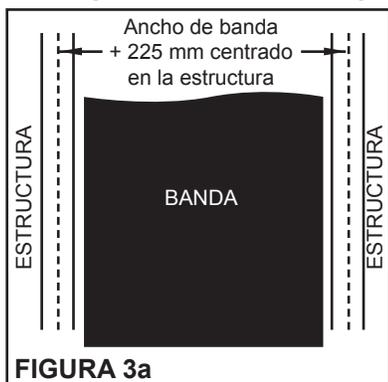
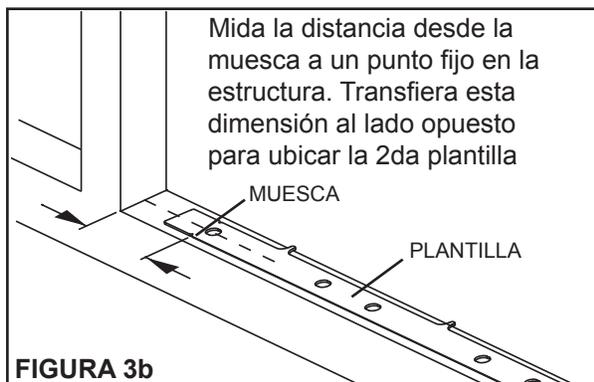

FIGURA 3a
FIGURA 3b
3. **Ubique las plantillas de montaje.** Mida y marque donde se establecerá el centro de la plantilla en la estructura al medir el ancho de la banda + 225 mm y centrarlo en la estructura (Figura 3a). Centre longitudinalmente la plantilla sobre la marca central del Paso 2. Marque y mida desde la muesca en el extremo de la plantilla a un punto fijo en la estructura y luego transfiera esta dimensión al lado opuesto de la estructura. Alinee las muescas en las plantillas de montaje con las marcas en la estructura y marque todos los orificios (figura 3b). Taladre o utilice un soplete para abrir orificios. Los tornillos de montaje incluidos deben ajustarse libremente a través de los orificios.